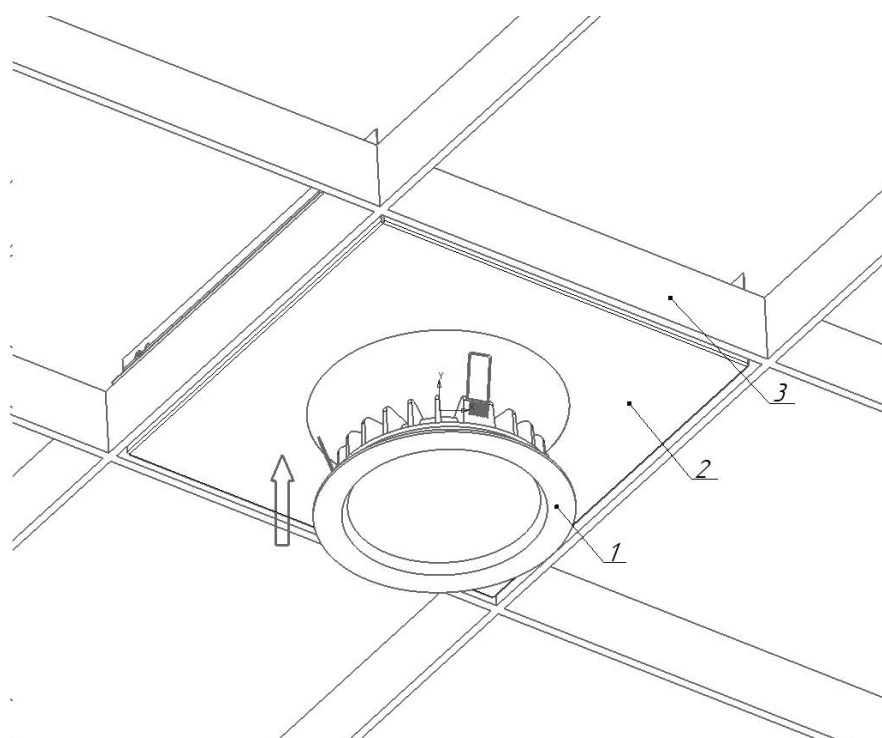

Рисунок 6 - Схема установки светильника в потолок Грильято
5.4.4 Сжав пружины, установите светильник в крепление Грильято (см. рисунок 6).